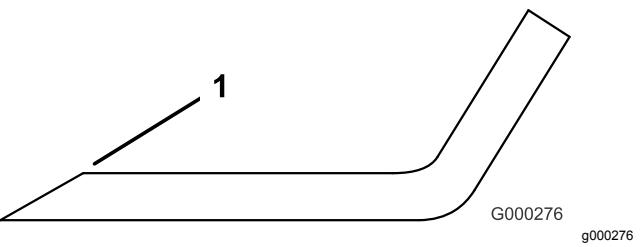

Bild 68
- Schärfen Sie die Schnittkante an beiden Enden des Schnittmessers mit einer Feile (Bild 68). Behalten Sie den ursprünglichen Winkel bei. Das Schnittmesser behält seine Auswuchtung bei, wenn von beiden Schnittkanten die gleiche Materialmenge entfernt wird.